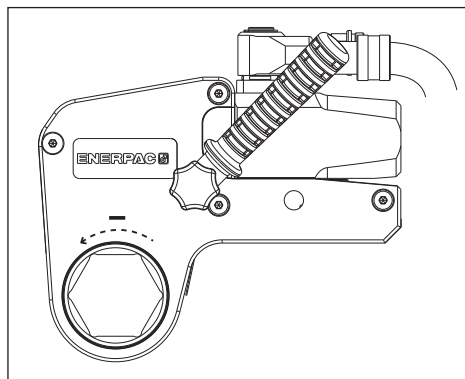

Fig. 9
4.3.3 Aflojar una tuerca o perno (Fig. 9 y 10)
- Coloque el pie de reacción (17) contra un punto de reacción adecuado (18). El punto de reacción contrarrestará la fuerza producida por la herramienta en funcionamiento.